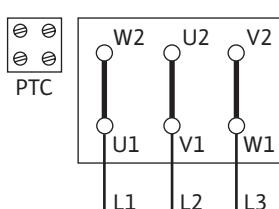
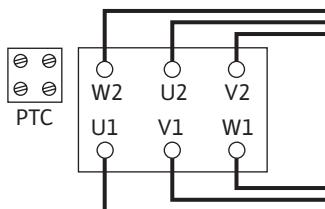

Fig. 5: Y-Δ-Anlauf
Fig. 6: Δ-Schaltung
- Der Netzzanschluss ist abhängig von Motorleistung P2, Netzspannung und der Einschaltart. Erforderliche Schaltung der Verbindungsbrücken im Klemmenkasten folgender Tabelle sowie Fig. 5 und Fig. 6 entnehmen.
Y-Δ-Anlauf (Standard)	Verbindungsbrücken entfernen (Fig. 5).
Start über Softstarter	Δ-Schaltung (Fig. 6)